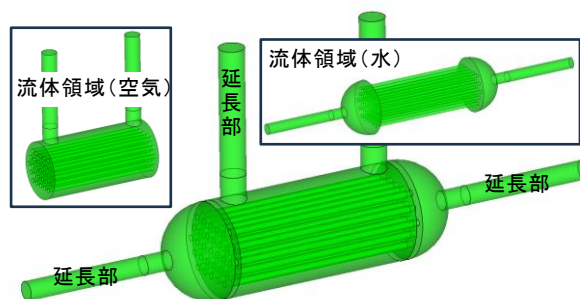

図 2 流体領域の抽出
【手順②: 流体領域の抽出】流体解析では、製品のソリッドデータをそのまま使用するのではなく、気体あるいは液体が流れる部分(流体領域)を 3D データに抽出して使用します。図 2 に示すように、熱交換器の流体領域を抽出し、解析の安定化のため、流体の入口・出口を延長します。